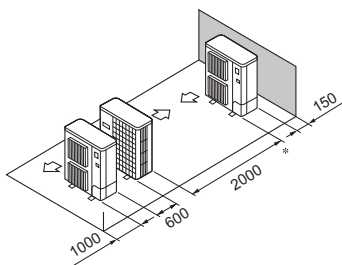

Fig. 3-15
- ⑤ Opstelling met één parallel apparaat (Fig. 3-15)